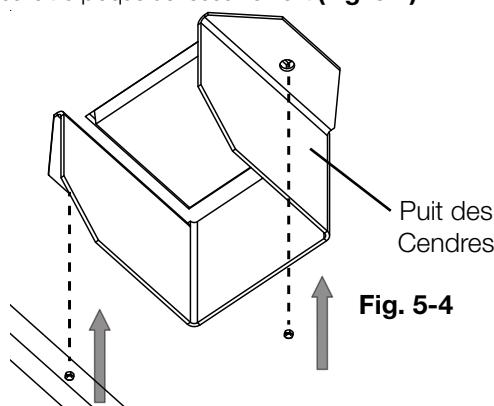

Fig. 5-4
- En utilisant les écrous d'étape 2, installez le puit des cendres là où se trouvait la plaque de recouvrement (**Fig. 5-4**).